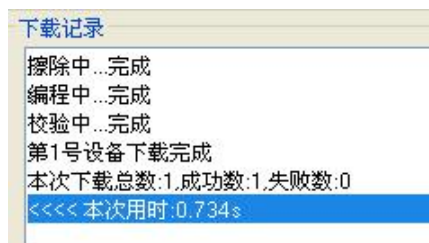

图 3.3.5
- i. 下载结束，软件会在“下载记录”栏显示当前下载状态，下载成功如图 3.3.5；